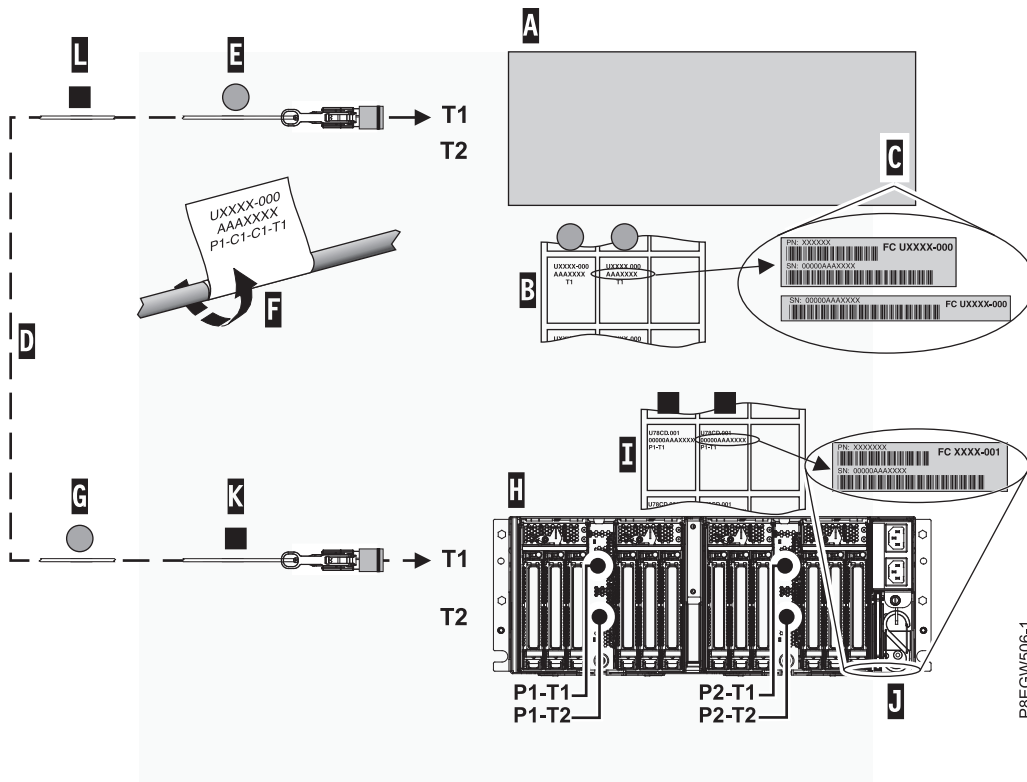

Abbildung 17. Aktives Lichtleiterkabel beschriften
**Anmerkung:** Während Sie diese Schritte ausführen, finden Sie unter Abb. 17 auf Seite 24 weitere Referenzinformationen.
- g. Kleben Sie das Cx-T1-Etikett ganz links auf das Steckerende des Kabels **(E)**. Siehe Abb. 17 auf Seite 24. Umwickeln Sie das Kabel mit dem leeren Ende des Etiketts zuerst, damit die Positionsinformationen **(F)** sichtbar sind.
- h. Entnehmen Sie dem Hostsystem-Etikettenbogen **(B)** das zweite Cx-T1-Etikett und bringen Sie es am gegenüberliegenden Ende des Kabels an, das an den Einschub für EMX0-PCIe3-Erweiterungen angeschlossen wird. Stellen Sie sicher, dass das Etikett mehr als 100 mm (4 Zoll) vom Ende des Kabels **(G)** entfernt angebracht wird. Siehe Abb. 17 auf Seite 24.
**Anmerkung:** Während Sie diese Schritte ausführen, finden Sie unter Abb. 17 weitere Referenzinformationen.
- a. Suchen Sie den Einschub für EMX0-PCIe3-Erweiterungen (H), den Sie an das Hostsystem anschließen.
- b. Suchen Sie den Etikettenbogen mit der Seriennummer des Einschubs für EMX0-PCIe3-Erweiterungen (I).
- c. Gleichen Sie die Seriennummer des Einschubs für EMX0-PCIe3-Erweiterungen (J) mit der Seriennummer auf dem Etikettenbogen für den Einschub für EMX0-PCIe3-Erweiterungen (I) ab.
- f. Bringen Sie das Px-T1-Etikett ganz links am Steckerende des Kabels (K) an. Siehe Abb. 17. Umwickeln Sie das Kabel mit dem leeren Ende des Etiketts zuerst, damit die Positionsinformationen (F) sichtbar sind.
- g. Entnehmen Sie dem Erweiterungseinschub-Etikettenbogen das zweite Px-T1-Etikett, und bringen Sie es am gegenüberliegenden Ende des Kabels mit einem Abstand von mehr als 100 mm (4 Zoll) zum Kabelende (L) an. Siehe Abb. 17.
- a. Lokalisieren Sie das Steckerende des Kabels mit dem Etikett Cx-T1 des Hostsystems (E) und legen Sie es in der Nähe des Anschlusses T1 des PCIe3-Kabeladapters ab.